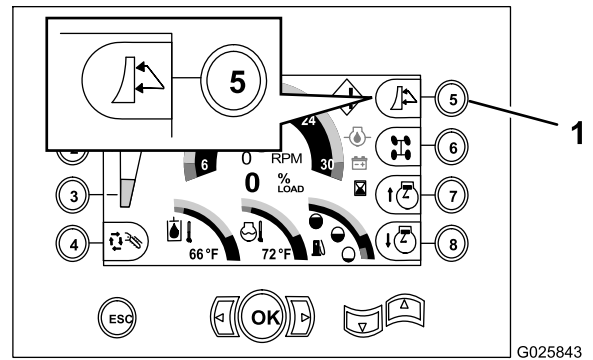

Figure 49
1. Sélectionnez la fonction lame de remblayage de la machine en appuyant sur le bouton 5 du centre de commande jusqu'à ce que l'icône de la lame de remblayage s'affiche (Figure 49).